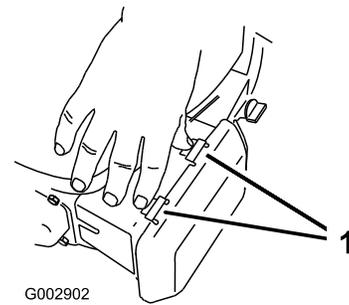

Bild 36
1. Drücken Sie die Verriegelungslaschen oben an der Luftfilterabdeckung nach unten (Bild 36).